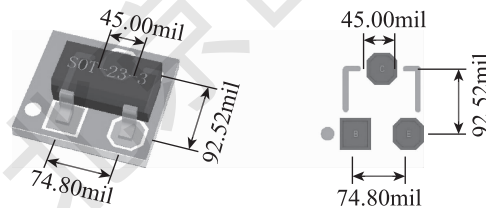

图 1 - 69 表面贴装三极管外形尺寸、封装规格
(6) 表面贴装三极管外形尺寸及封装规格，如图 1 - 69 所示。